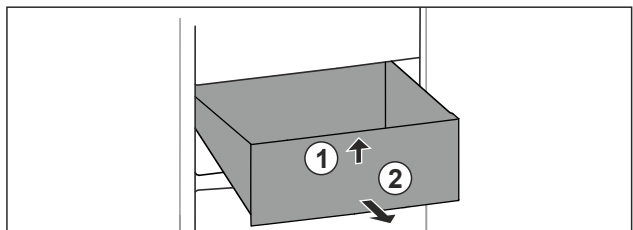

Fig. 80
- ▶ Unieść szufladę z przodu. Fig. 80 (1)
- ▶ Wyjąć szufladę do przodu. Fig. 80 (2)